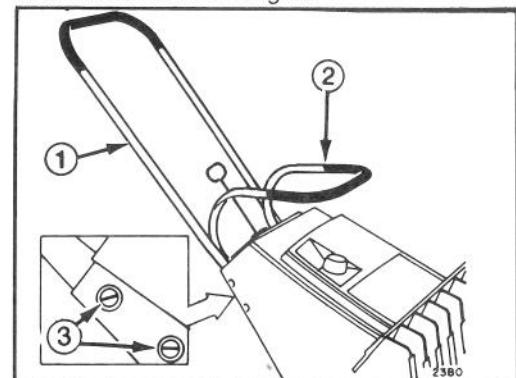
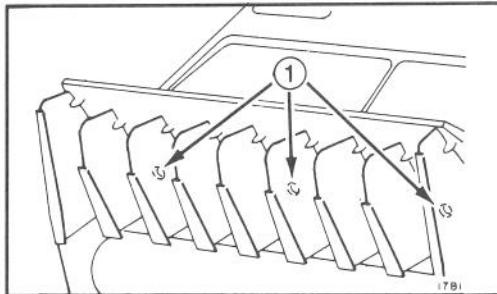

Abb. 2
Abb. 11
MONTIEREN DES GRIFFOBERTEILS (Abb. 2)
AUSWECHSELN DER ZÜNDKERZE (Abb. 11, 12 & 13)
1. VERKLEIDUNG ENTFERNEN — Die drei Schrauben auf dem vorderen Gehäuse (Abb. 11) und die zwei Schneidschrauben, mit denen die obere Verkleidung seitlich befestigt ist, entfernen (Abb. 2). Tankdeckel abnehmen und Verkleidung abheben. Tankdeckel wieder aufmontieren.